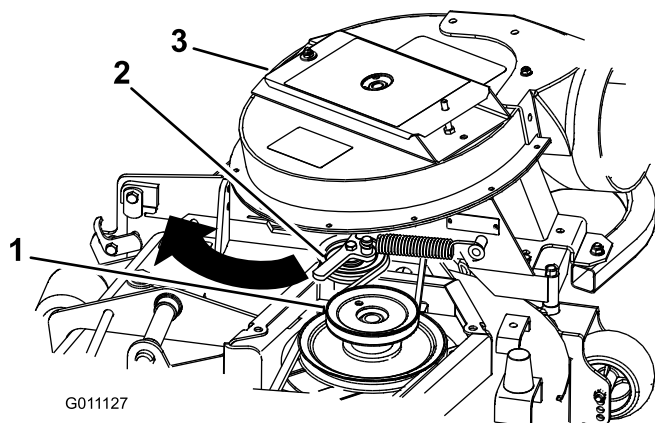

Рисунок 19
5. Потяните подпружиненный натяжной шкив назад и проложите ремень вокруг шкива деки газонокосилки. Убедитесь в правильной прокладке ремня вокруг шкивов вентилятора (Рисунок 19).